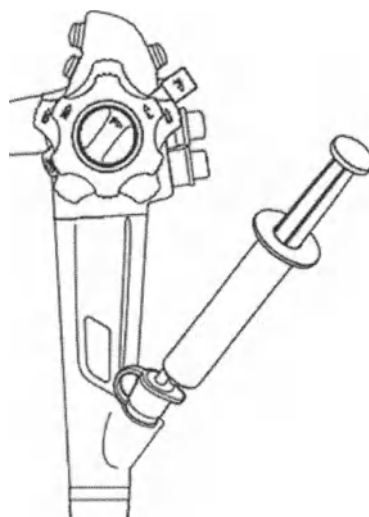

Рис. 7.58
2. Поместите дистальный конец эндоскопа в чистый контейнер и подсоедините шприц, заполненный деаэрированной стерильной водой, к клапану входного отверстия, как показано на Рис. 7.58.